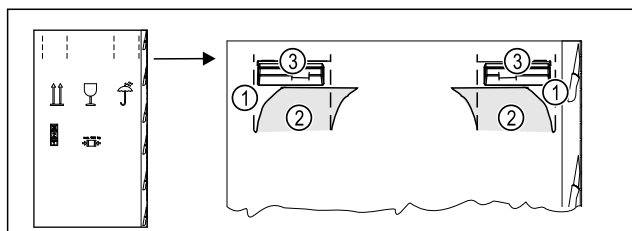

Fig. 3
- ▶ Fent, a perforálásnál Fig. 3 (1) nyomja be a csomagoló kartont.
- ▶ Húzza ki a benyomott füleket Fig. 3 (2).
- ▶ A jobb és a bal oldalon látható a hordfogantyú Fig. 3 (3).
- ▶ Tartsa meg a készüléket a hordfogantyúknál Fig. 3 (3).